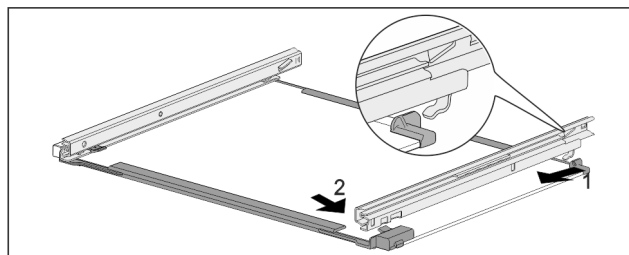

Fig. 180 Płyta szklana z szynami
- ▶ Zaczepić szynę z tyłu. Fig. 180 (1)
- ▶ Zazębić szynę z przodu. Fig. 180 (2)